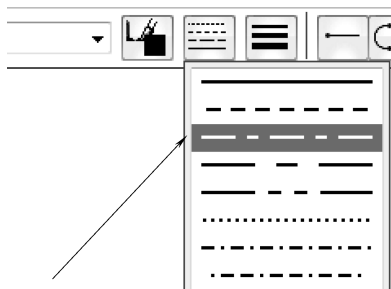

图 6-88 选择“点画线”
(8) 单击【绘制草图】选项卡【绘图】区域下的 L 【直线】按钮，在上方弹出的菜单栏中的 $\equiv$ 【线型】中选择【点画线】选项，如图 6-88 所示。